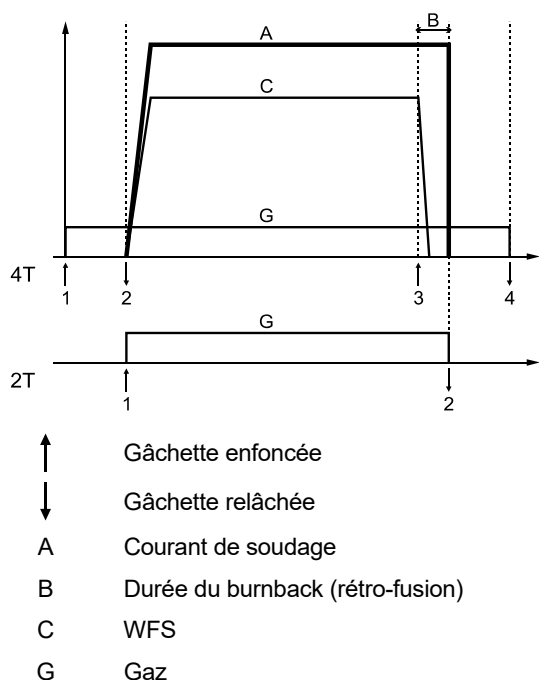

Figure 7.
19. Interrupteur Mode Pistolet : permet la sélection du mode pistolet 2 ou 4 temps. La fonctionnalité du mode 2T/4T est illustrée à la Figure 7.